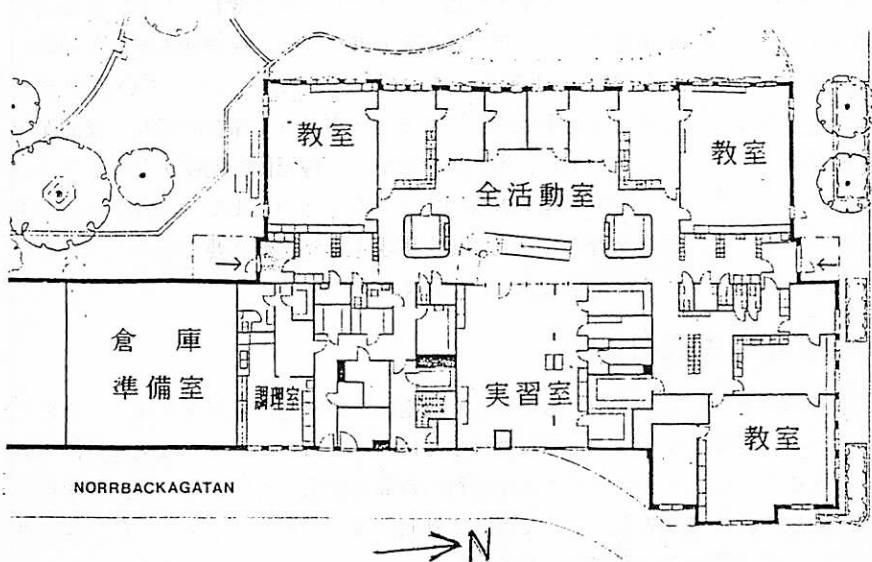

図1 カールベルス学校の教室配置図
- ・わきを中心にして、片足部分を展開した図を予想させる。紙のパンツをつくらせる前の予想図は、図1のように、また上・また下の部分が考えられていないが、実際につくらせた後の予想図は、図2のように変化していく点が興味深い。
予想図1